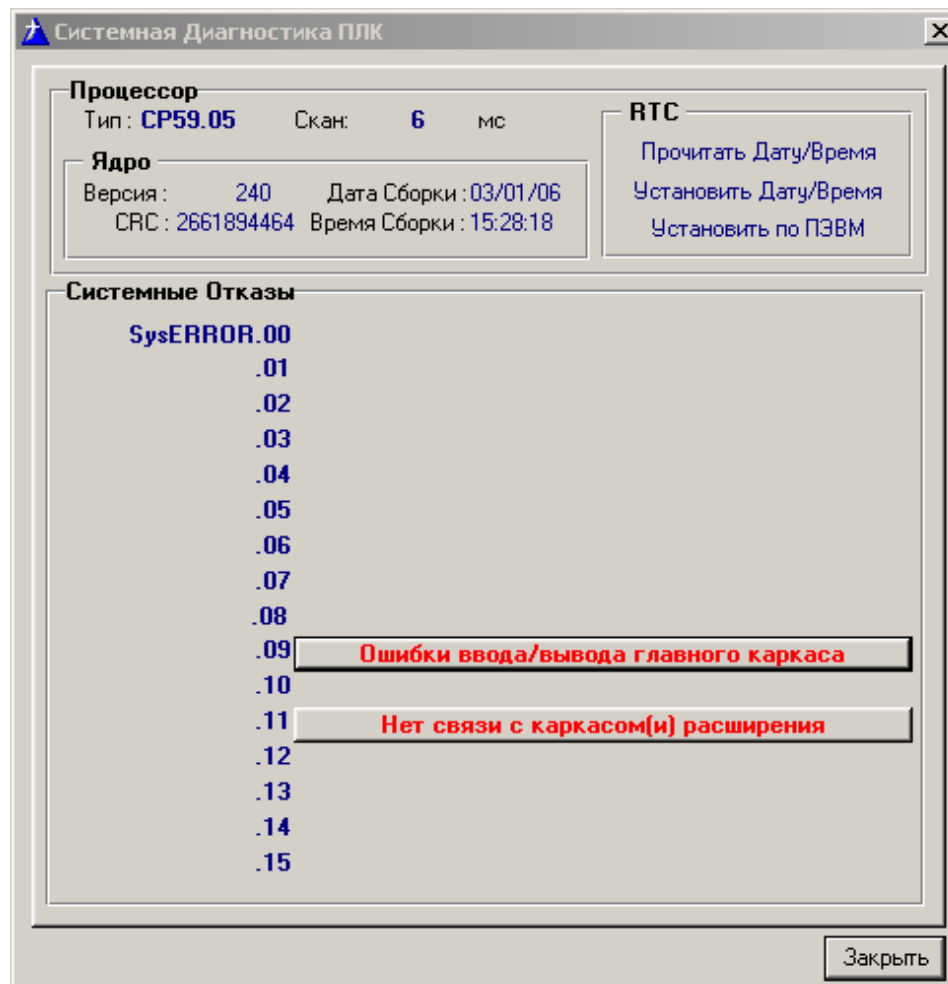

Рис.43 Окно диагностики программируемого контроллера
- Отображение битов слова системных отказов “SysERROR” с кратким описанием ошибки (См. *Окно диагностики* Рис.43).
Для доступа к диагностической информации необходимо при наличии связи с контроллером нажать на кнопку №8 (см. Рис.40), откроется окно системной диагностики представленное на рис.43. Информация в этом окне обновляется динамически в реальном масштабе времени. Все поле данного окна разбито на две главные группы “Процессор” и “Системные отказы”.
При нажатии на кнопку “Установить по ПЭВМ” (Рис.43) часы контроллера будут синхронизированы с часами компьютера.